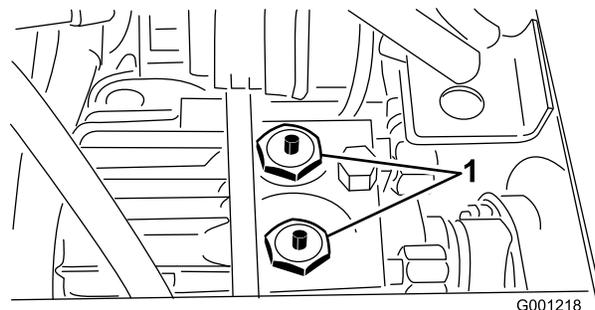

図 33
2. トランスミッション上部にある2つのチェックバルブアセンブリ(図33)の中心にあるピンを押しながら牽引する。